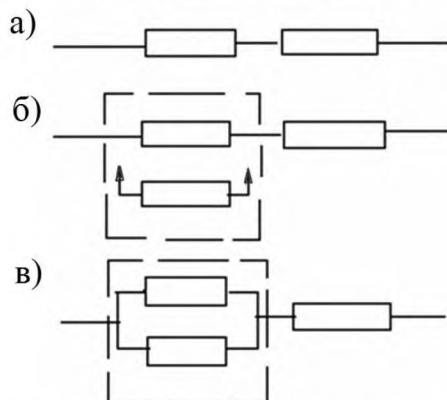

Рис. 6.3. Варианты построения изделия к задаче 1.28
1.28 Конструктором предложена три варианта схем построения изделия (рис. 6.3):
- в) один элемент дублируется постоянно включенным резервом в нагруженном состоянии резерва (см. рис. 6.3, б).